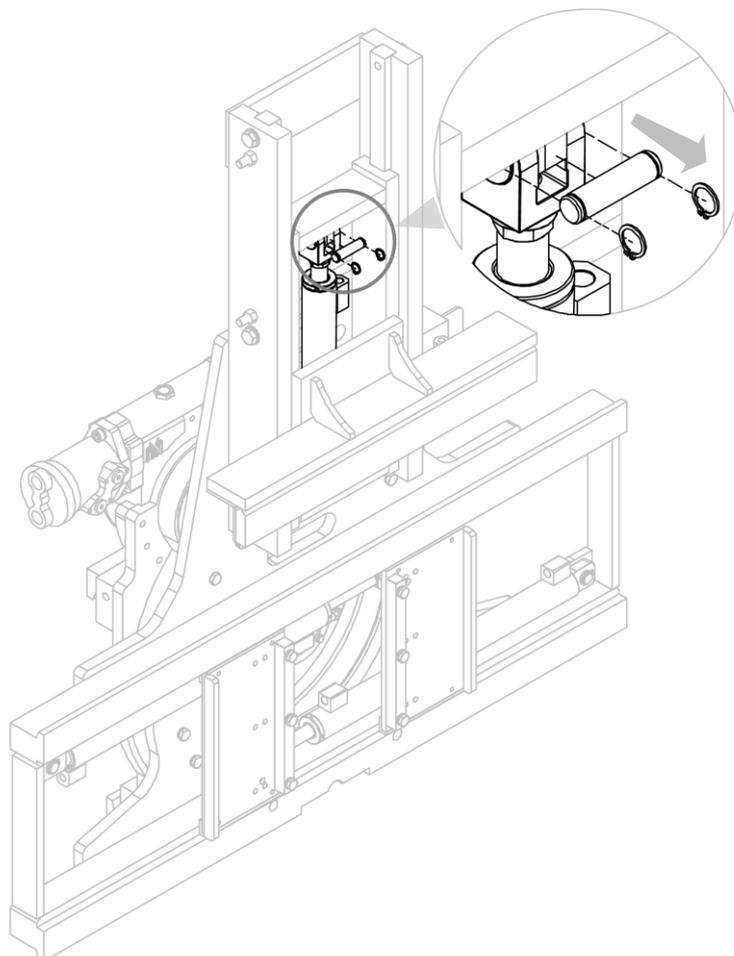

Abbildung 28
2. Entfernen Sie den Bolzen (zusammen mit den Gummisperrringen), mit dem der Zylinder an der beweglichen Konstruktion befestigt ist (siehe *Abbildung 28*).